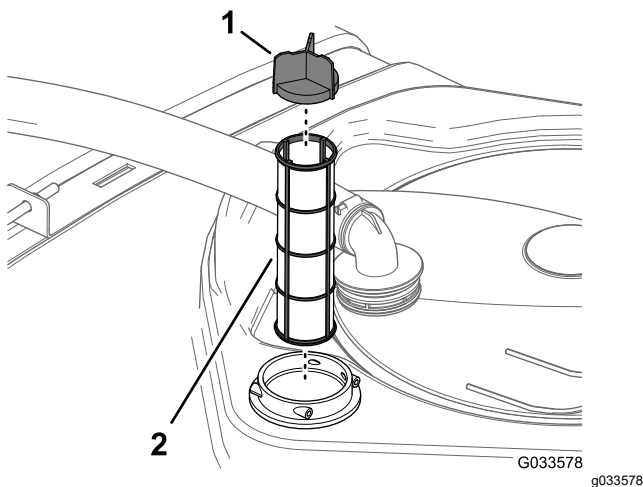

Bild 59
4. Entfernen Sie den alten Saugfilter aus dem Filtergehäuse im Behälter (Bild 59).